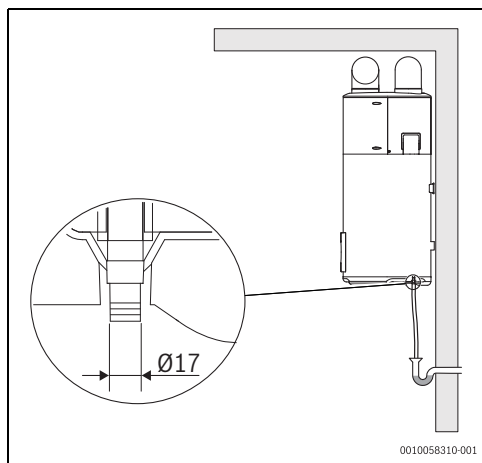

Fig. 21 Raccordement de l'évacuation des condensats
- Raccorder un conduit de fumées flexible de Ø 17 mm (Fig. 21).